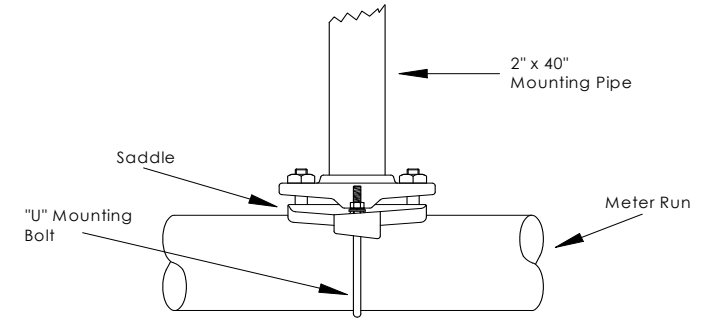

Figura 1 Montaje de la abrazadera de sujeción
4. Instale el entramado de la unidad; (abrazadera de sujeción para tubos [pipe saddle], montaje directo [direct mount], tubo insertado en el suelo). Fije dos pernos en U al tubo de 5.1 cm (2") con un rociador de silicona o una cinta de teflón para evitar la corrosión. (Consulte la Figura 1).